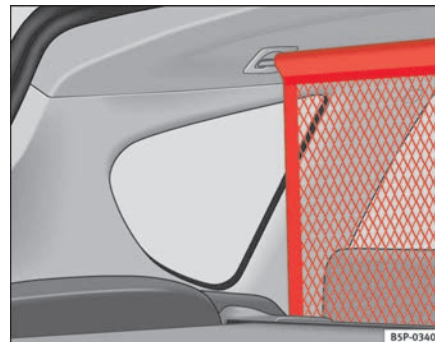

Fig. 126 Red separadora
- Pase la red desde abajo entre el respaldo y la bandeja enrollable y colóquela en los alojamientos del techo, primero el derecho y después el izquierdo. ⇒ página 157, fig. 126